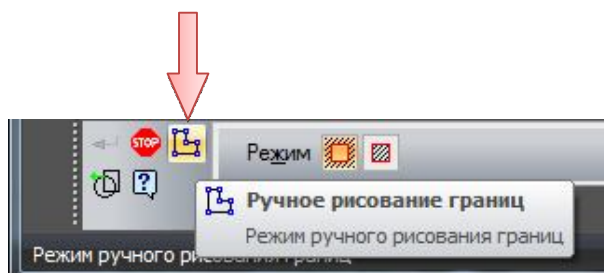

Рис. 2.10. Режим ручного рисования границ
- Выберите режим «Ручное рисование границ» на панели свойств (рис. 2.10).